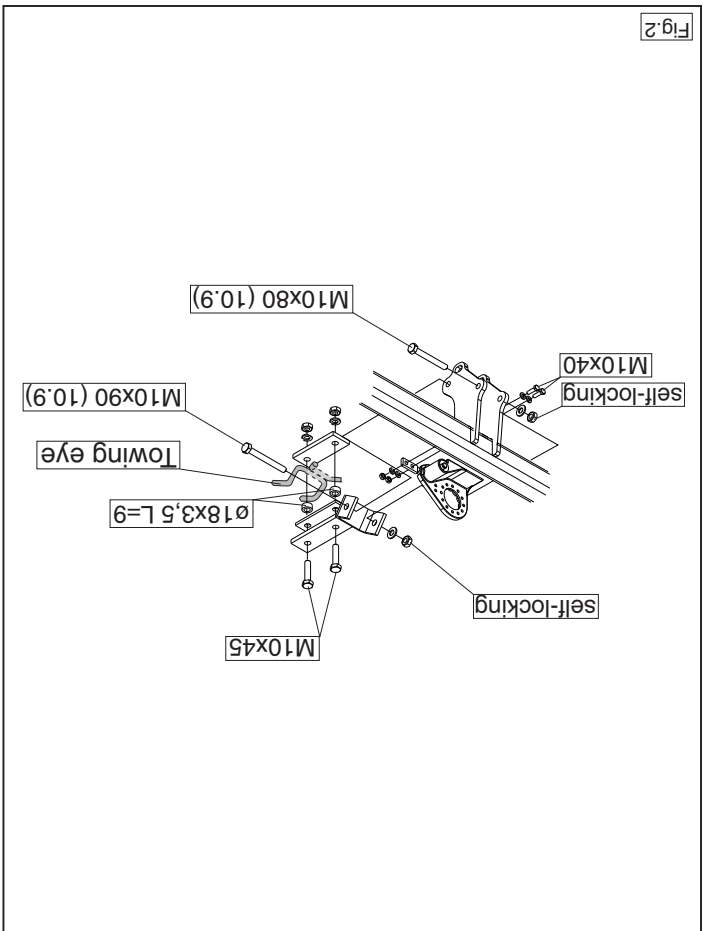

Fig.2
14. Monteer de dwars balk in het midden aan de sleepoog (fig.2).
14. Fit the cross beam centrally onto the towing eye (fig.2).
14. Den Querbolzen in der Mitte an der Schleppe befestigen (Abb. 2).
14. Placer la traverse au centre de l'anneau de remorquage (fig. 2).